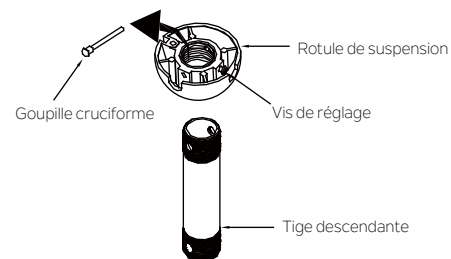

Fig. 7
**Étape 3**. Retirer la rotule de suspension de l'ensemble de la tige de descente en desserrant les vis de réglage, en retirant la goupille cruciforme et en tournant la rotule ou la tige (Fig. 7).